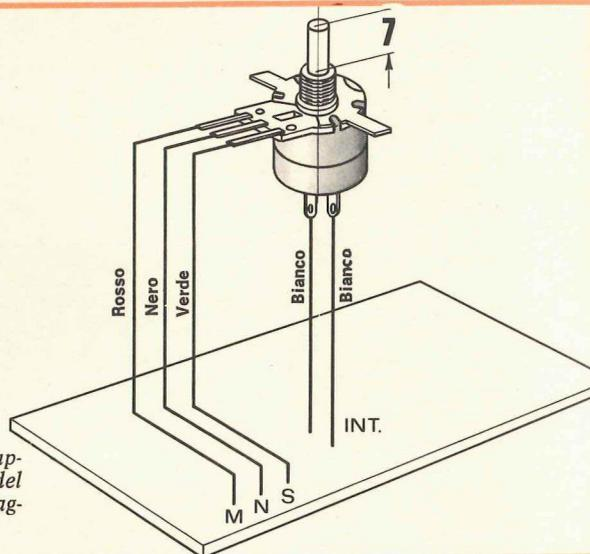

Fig. 4 - Modifica da apportare al perno del potenziometro e cablaggio dello stesso.
- Collegare al punto M cm 7 di filo rosso, al punto N cm 7 di filo nero, al punto S cm 7 di filo verde e ai punti — INT — cm 7 di filo bianco. Collegare infine detti fili al potenziometro come indica la fig. 4. Prima di tale operazione è bene accorciare il perno del potenziometro come riportato nella citata fig. 4.